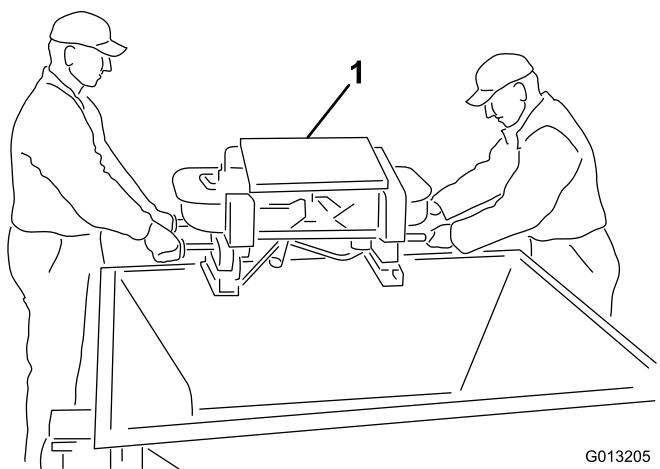

Figura 5
4. Per eseguire questa operazione sono necessarie due persone. Sollevate lo spargitore doppio e fatelo uscire dalla tramoggia utilizzando le apposite maniglie esterne. Posate lo spargitore doppio al suolo (Figura 5).